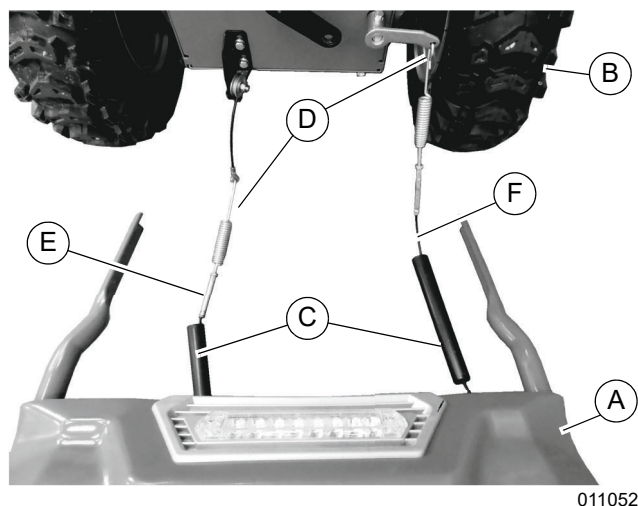

Figure 2-5. Assemblage du guidon
1. Voir **Figure 2-5**. Placer le guidon (A) derrière la souffleuse à neige (B) sur une surface plane et propre.